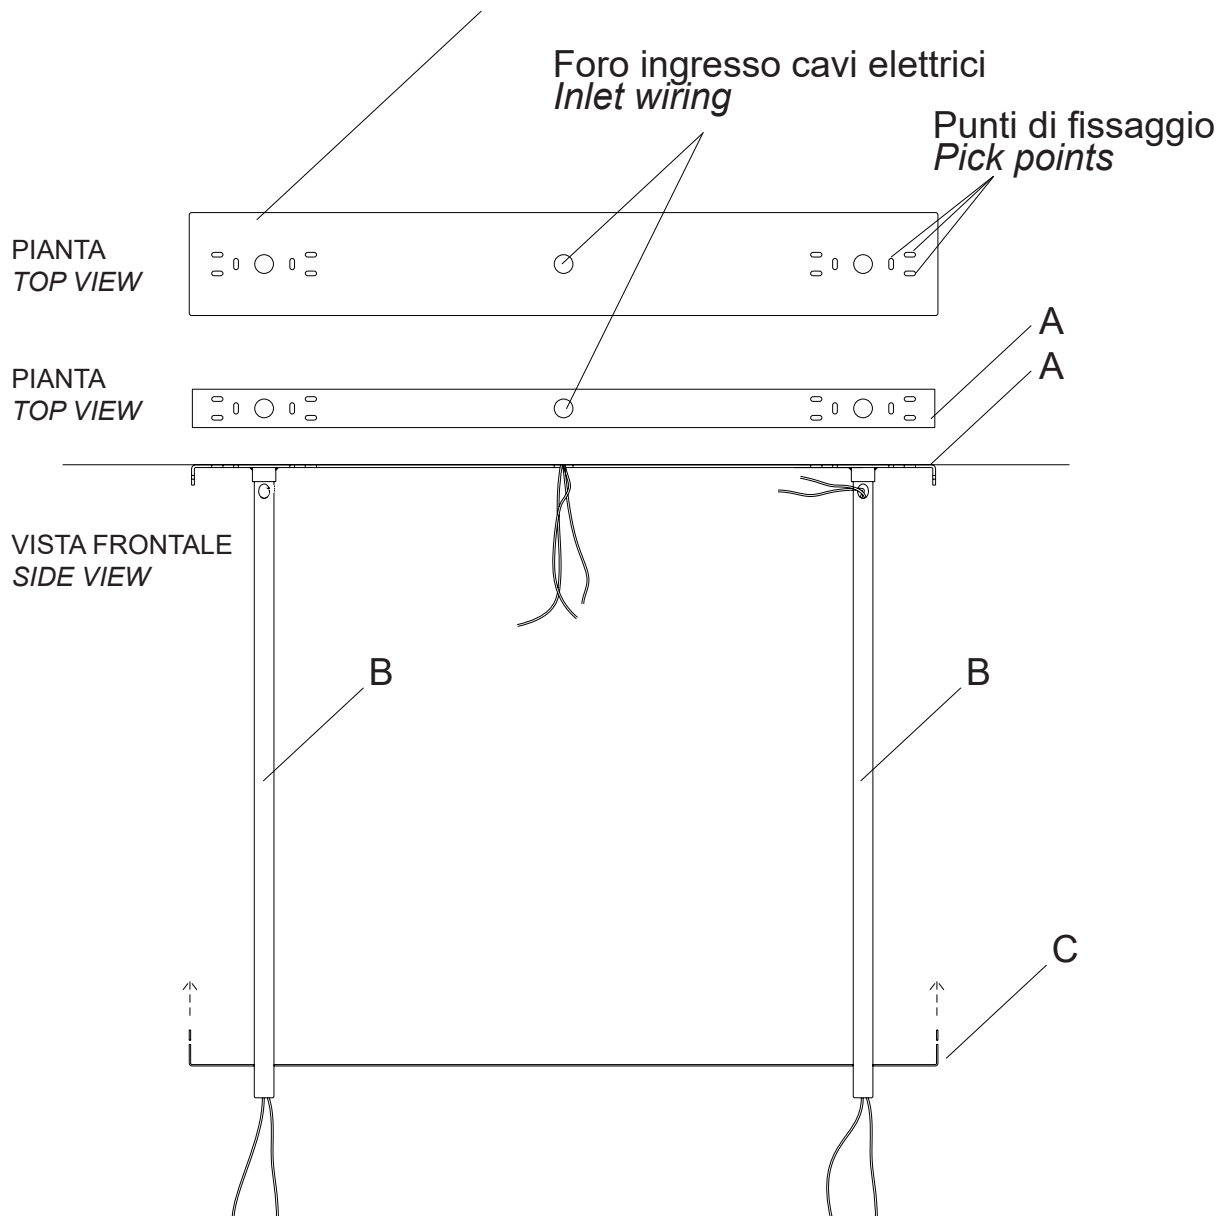

FIG 2
- 5 Avvitare le rondelle **D** sulle canne **B**. Inserire la piastra **E** e bloccarla tramite le rondelle **F**, fig 2.
- 7 Fissare la scatola **G** alla piastra **E** tramite le apposite viti, fig 2.
- 5 Screw the washers **D** on the tubes **B**. Insert the plate **E** and lock it using the washer **F**, fig 2.
- 7 Join the metal box **G** to the plate **E** using the proper screws, fig 2.